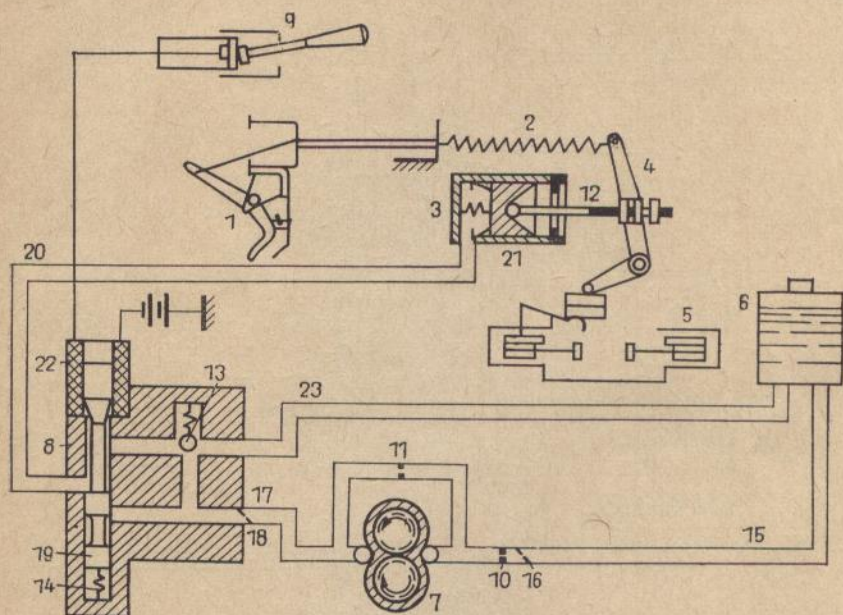

Abb. 93 Hycomat beim Gangwechsel
Während des Schaltens der Gänge (Abb. 93) muß der Hycomat schnell auskuppeln, damit sich der gewünschte Gang ohne Schwierigkeiten einlegen läßt. In den Schalthebel ist deshalb ein elektrischer Kontakt (9) eingebaut, der schon beim Antippen des Schaltgriffes geschlossen wird. Über diesen Kontakt erhält die Magnetspule (22) des elektromagnetischen Steuerventils (8) Strom und bewegt den Steuerkolben (19) gegen die Kraft der Druckfeder (14) nach unten. Der Steuerkolben verschließt den mit der Druckleitung (17) verbundenen Kanal